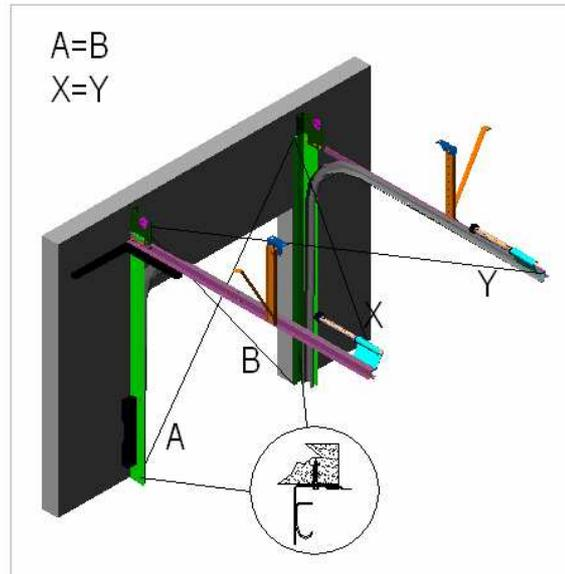

Figura: 3 Fixação das guias (atenção aos alinhamentos)
- - Fixer les rails de guidage comme montre la figure 3. Faire attention au nivellement et symétrie ;